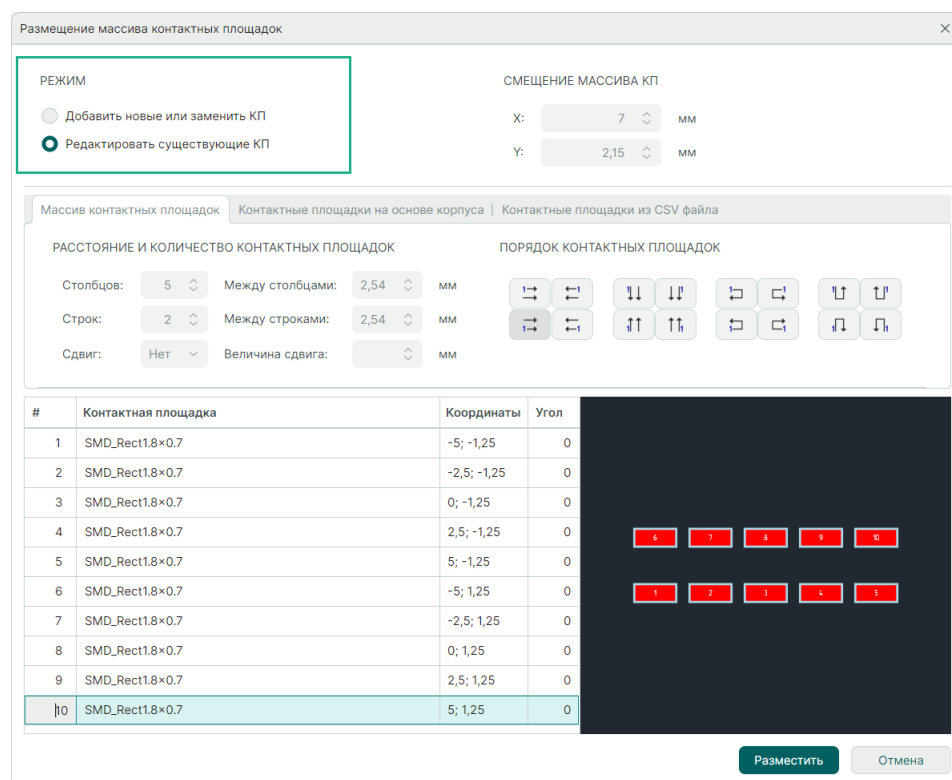

Рис. 122 Переключатель режима для массива контактных площадок
1. Установите режим «Редактировать существующие КП», см. Рис. 122.